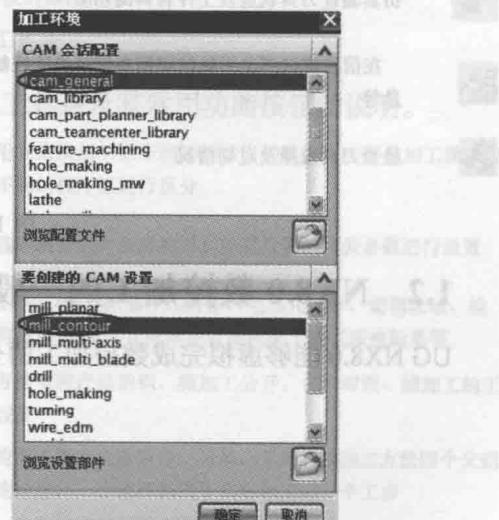

图 1-11 加工环境初始化
2) 单击“标准”工具栏中的【开始】→【加工】，按如图 1-11 所示设置“加工环境”对话框。单击 **确定**，系统进入 UG NX8.0 加工模块。